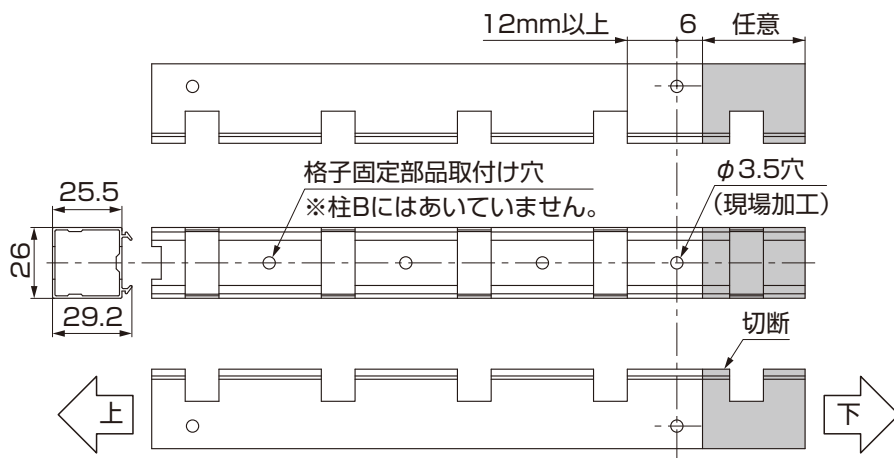

図3-3 柱A
- ②φ3.5の穴を柱に3箇所あけてください。(図3-3参照)